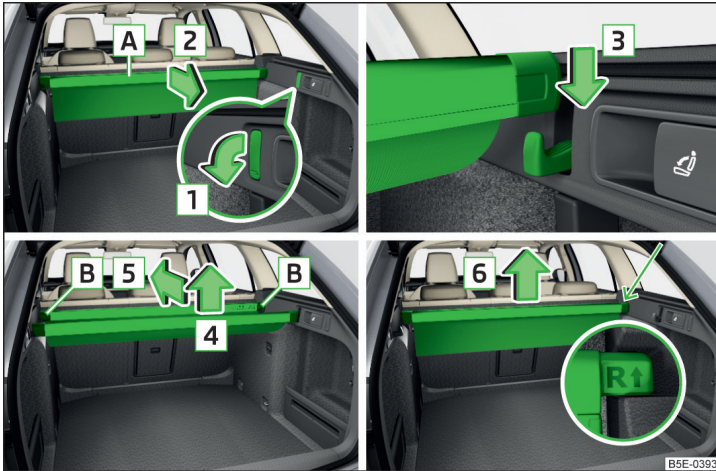

Abb. 141 Multifunktionstasche: herausziehen / einsetzen / einschieben / herausnehmen
- › Die vorderen Haken an beiden Gepäckraumseiten in Pfeilrichtung **1** nach unten klappen » Abb. 141.
- › Die hintere Leiste von den Haken in Pfeilrichtung **4** abnehmen und die Tasche in Pfeilrichtung **5** einschieben » Abb. 141.
- › Die Tasche aus den Aufnahmen in Pfeilrichtung **6** herausnehmen » Abb. 141.